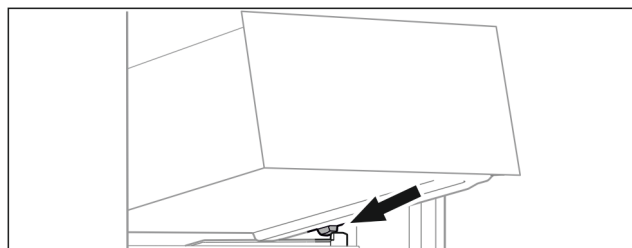

Fig. 60
- ▶ Coloque el cajón inclinado detrás de los toques sobre la nervadura para recipientes. (consulte Fig. 60)